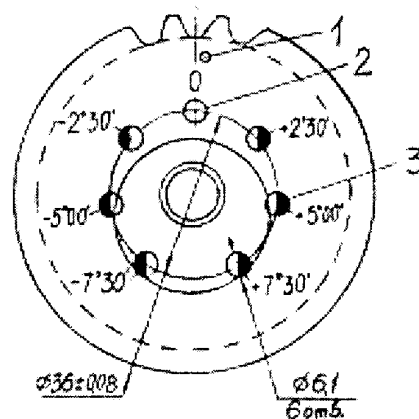

Рисунок 80 – Звездочка распределительного вала с дополнительными отверстиями:
5. По установленному на звездочку кондуктору в каждой звездочке просверлить шесть дополнительных отверстий 3 (Рисунок 80) $\varnothing 6,1$ мм с угловыми смещениями $2^{\circ} 30'$, $5^{\circ} 00'$ и $7^{\circ} 30'$ от номинального положения заводского отверстия 2, расположенного по оси симметрии одной из впадин зубьев звездочки. При этом три дополнительных отверстия, смещенные от оси симметрии впадины зубьев по часовой стрелке, плюсовые, три других, смещенные против часовой стрелки, - минусовые, если смотреть на звездочку со стороны метки 1.